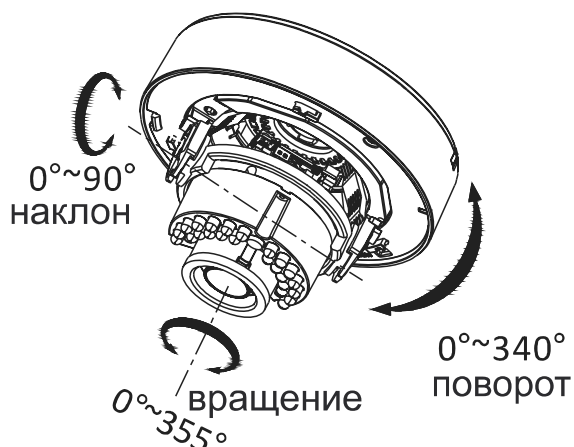

Рис. 2.11. Настройка поля зрения видеокамеры
10. Направьте объектив на желаемую зону наблюдения. В данной модели диск основания вращается $0^{\circ} \dots 340^{\circ}$, угол наклона объектива составляет $0^{\circ} \dots 90^{\circ}$, поворотный угол составляет $0^{\circ} \dots 355^{\circ}$. При необходимости настройки положения и фокусировки объектива необходимо ослабить соответствующие фиксирующие винты. После завершения настройки фиксирующие винты необходимо затянуть (Рис. 2.11).